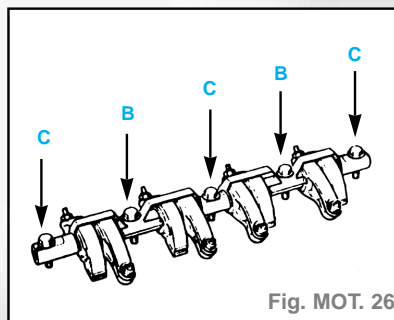

Fig. MOT. 26
- Déposer la rampe de culbuteurs, repérer l'emplacement des vis, les deux vis (B) de couleur jaune sont pleines, les trois vis (C) de couleur noire sont creuses (passage d'huile) (fig. MOT. 26).